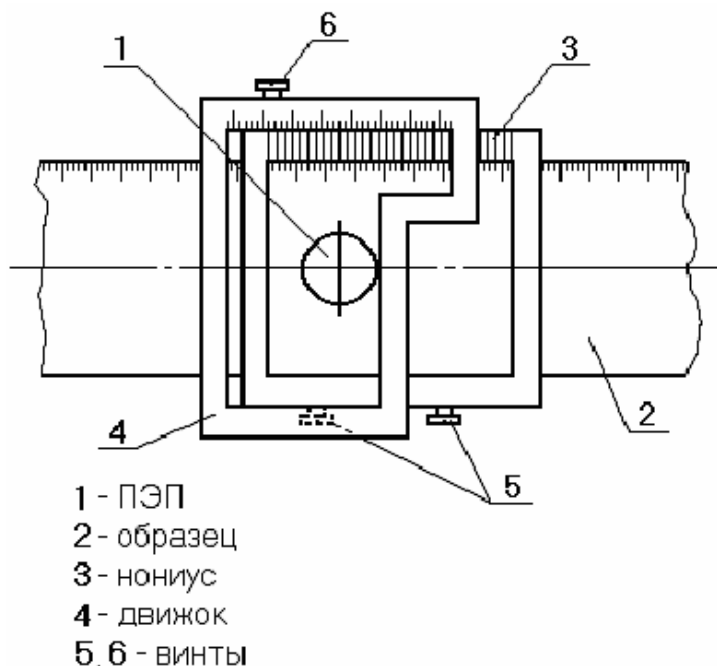

Рисунок 7.9
д) установить на непараллельный образец толщины¹⁾ 2 из комплекта ГСО 2219-81 образцов толщины КУСОТ-180 (рисунок 7.9) нониус²⁾ 3 так, чтобы он свободно скользил по образцу;
и) установить ПЭП 1 (см. рисунок 7.9) на поверхность образца 2 таким об-
- л) ослабить винты 5 и 6 (см. рисунок 7.9);
- п) ослабить винты 5 и 6 (см. рисунок 7.9);